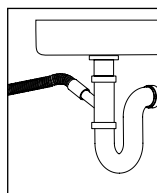

Figura 11
**3.4.5** Pentru a evacua apa direct în canalizare furtunul de evacuare a mașinii trebuie să fie situat deasupra genunchiului (sifonului) în conducta de canalizare cu un diametru interior de cel puțin 40 mm, cu scopul de a evita tragerea apei reziduale înapoi în mașina. Furtunul de scurgere poate fi conectat direct la sifonul cu un manșon așa cum se arată în Figura 11.